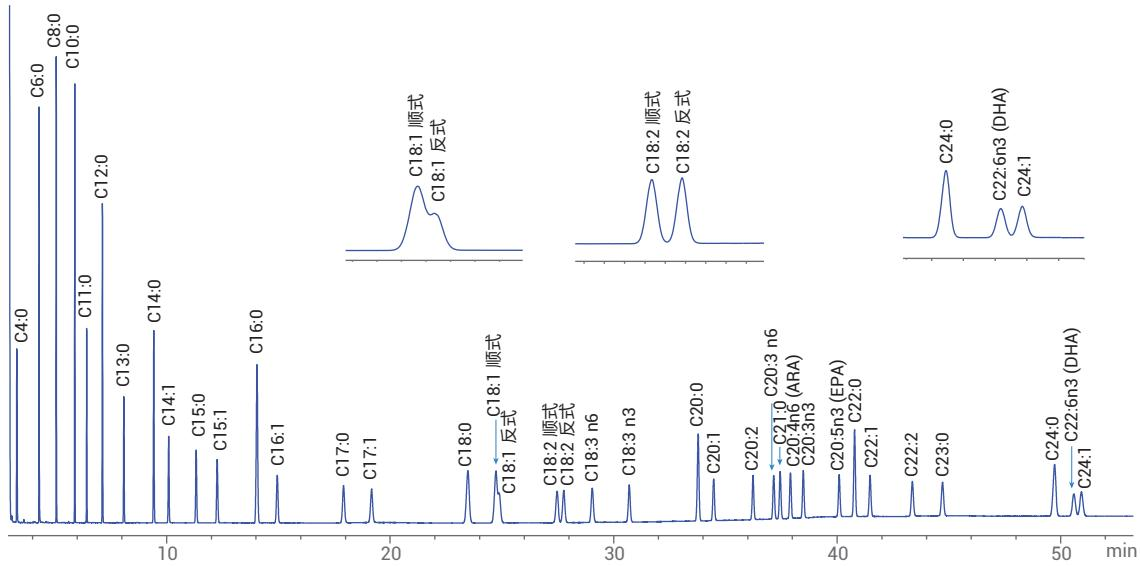

图 4. 使用方法 4 (参见表 5)，37 组分 FAME 混标在  $30\text{ m} \times 0.25\text{ mm}$  内径、 $0.25\text{ }\mu\text{m}$  Agilent J&W DB-FATWAX 超高惰性气相色谱柱上得到的 GC/FID 色谱图
引入 J&W DB-FATWAX 超高惰性 (UI) 气相色谱柱有助于改善性能。图 4 所示为 37 组分 FAME 混标在  $30\text{ m} \times 0.25\text{ mm}$  内径， $0.25\text{ }\mu\text{m}$  DB-FATWAX 超高惰性气相色谱柱上的分离结果。除了 C18:1 顺式和 C18:1 反式异构体对均获得了良好的分离度；分离度为 0.56。这一对化合物在其他 WAX 色谱柱上通常
一组多不饱和脂肪酸 (PUFA) 中含有多个对人类营养有重大意义的双键，包括 Omega-3 和 Omega-6 脂肪酸，例如 C20:5n3 (EPA)、C22:6n3 (DHA) 和 C20:4n6 (ARA)。图 4 显示，这些 Omega-3 和 Omega-6 FAME 具有良好的分离度。图 5-7 提供了 PUFA 混合物的分离示例。关键 FAME 包括 EPA 和 DHA，可以轻松实现检测和定量分析。